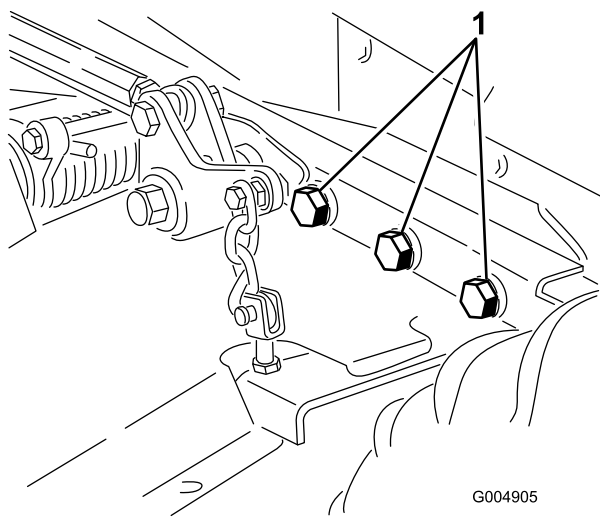

Figura 59
5. Compruebe que todos los herrajes están bien apretados; apriételos si es necesario. Apriete los 6 pernos que fijan el bastidor de la carcasa del cortacésped a la unidad de tracción (Figura 59) a 359 N·m.